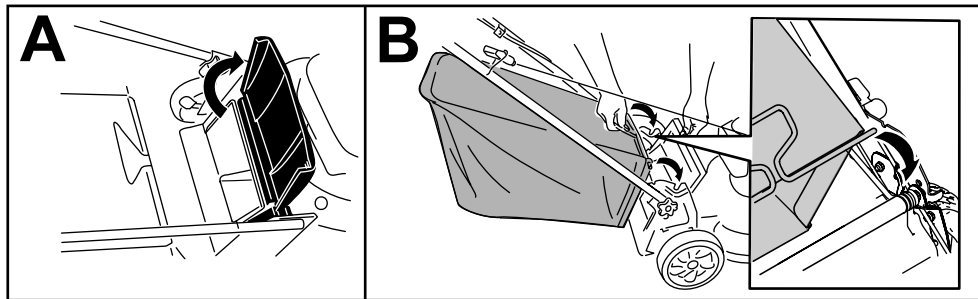

Bild 16
1. Heben Sie das hintere Ablenkblech an und halten Sie es hoch (A in Bild 16).
2. Setzen Sie den Grasfangkorb ein, stellen Sie sicher, dass die Stifte am Fangkorb in den Kerben am Holm sind (B in Bild 16).
Hinweis: Nehmen Sie ggf. den Fangkorb von der Maschine ab, bevor Sie das Schnittgut hinten auswerfen, siehe Entfernen des Fangkorbs \(Seite 13\). Der Hebel für den zuschaltbaren Fangkorb sollte in der BAGGING-Stellung sein, wie in Bild 16 abgebildet.